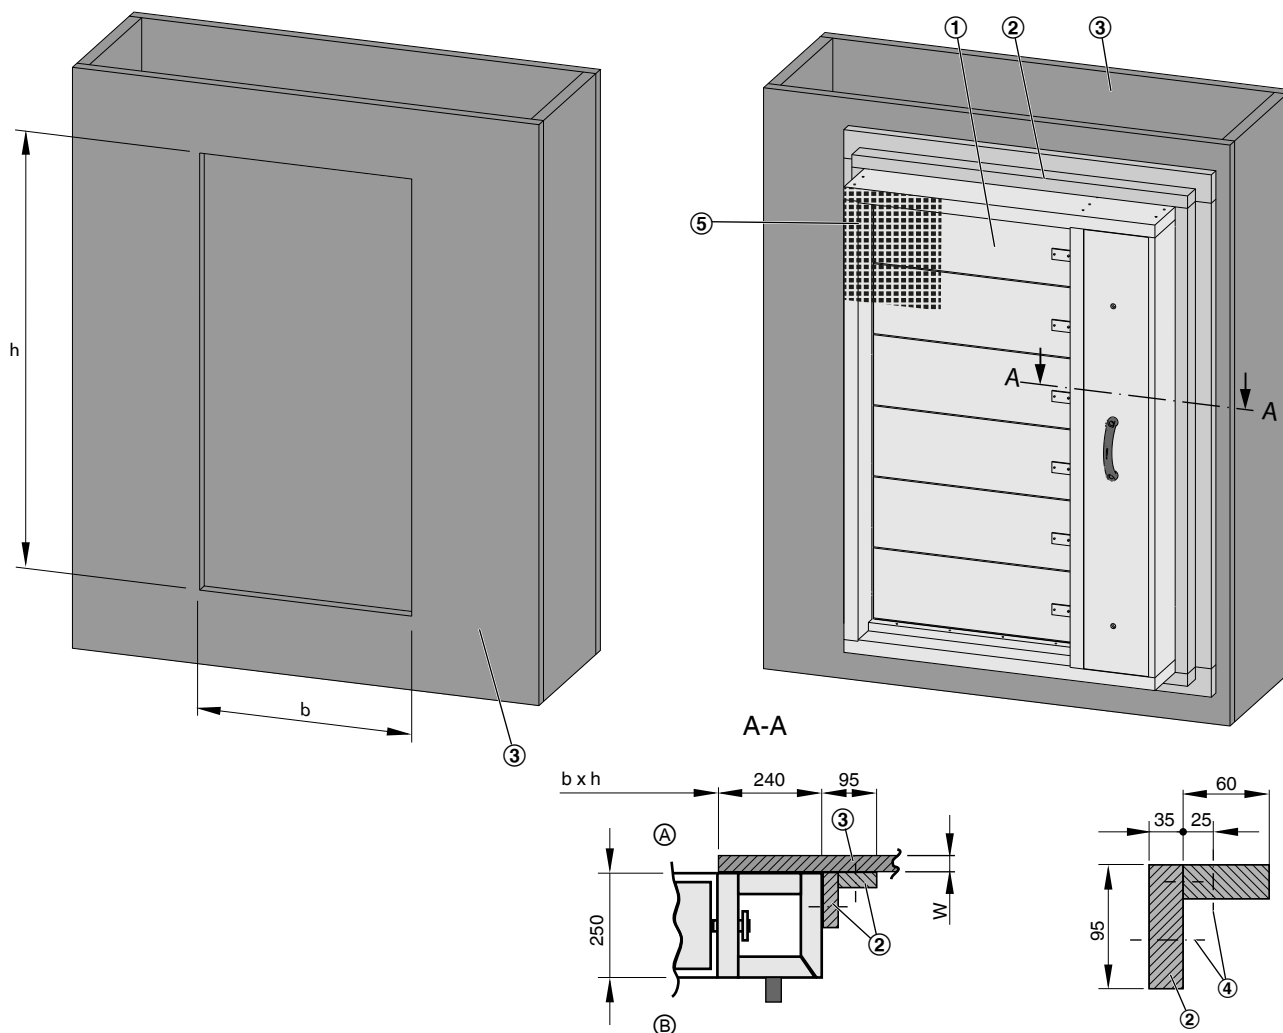

Abb. 11: Einbau an vertikaler Entrauchungsleitung (Schacht)
1. ▶ Einbauöffnung fachgerecht herstellen, siehe Abb. 11.
2. ▶ Riegel (Abb. 11/2) herstellen und an der unteren Seite der Entrauchungsklappe vormontieren.
Riegel an den Stossstellen (Abb. 11/2) untereinander und am Gehäuse verkleben (z. B. K84, Promat oder gleichwertig) und am Gehäuse der Entrauchungsklappe mit Schnellbauschrauben 4 × 70 mm verschrauben (mit \varnothing 3 mm vorbohren), Schraubabstand \leq 150 mm.